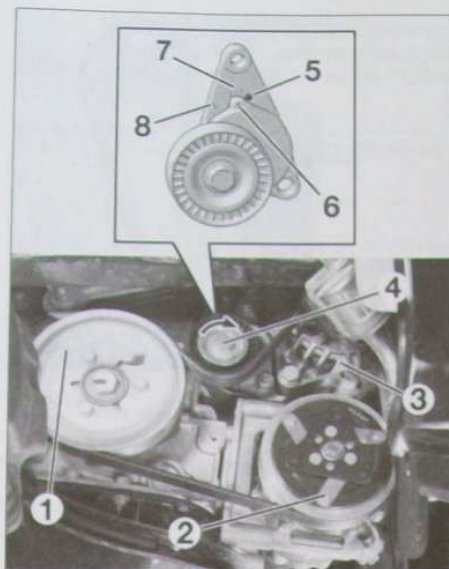

FIG.26
- Agir sur la vis du galet tendeur (4), à l'aide d'une clé dans le sens horaire, pour détendre la courroie, et le bloquer, avec une pince de 4 mm (outil Citroën 0188-Q1), en faisant passer son bossage après le trou de pignage (5) (Fig.26).
- Mettre en place la courroie en commençant par la poulie de vilebrequin (1) puis celles du compresseur (2) et de l'alternateur (3) (Fig.26).
- Agir sur la vis du galet tendeur (4), à l'aide d'une clé dans le sens horaire, pour le libérer en retirant la pince et placer la courroie sous celui-ci.
Lorsque la courroie est neuve, les repères (6) et (7) doivent être alignés (Fig.26). L'alignement des repères (6) et (8) indique que la courroie est détendue, ce qui implique son remplacement.